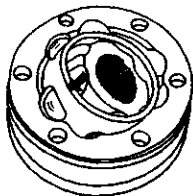

图 3-175 使内星轮完
5) 用力撤压球笼 (如图 3-175 中箭头所示), 使装有钢球的内星轮完全转入外星轮内。